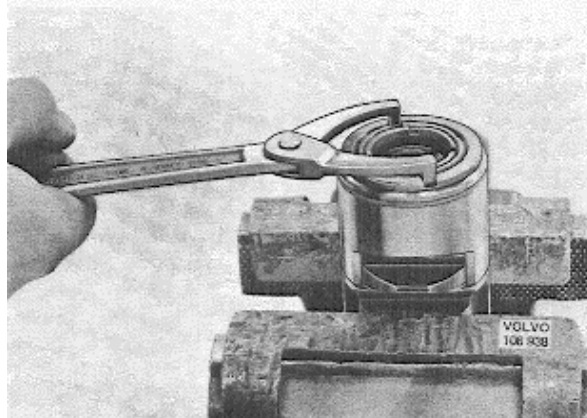

Abb. 102 Abschrauben des Gewinderinges
9. Kraftkolben zwischen weichen Backen im Schraubstock einspannen und den gesicherten Gewindering (34) gem. Abb. 102 mit einem Hakenschlüssel herausdrehen. Laufbuchse (31)